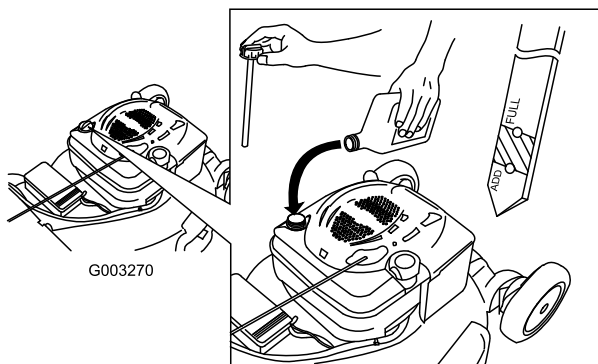

Рисунок 38
12. Выньте масломерный шуп и проверьте уровень масла по шупу, см. Рисунок 38.